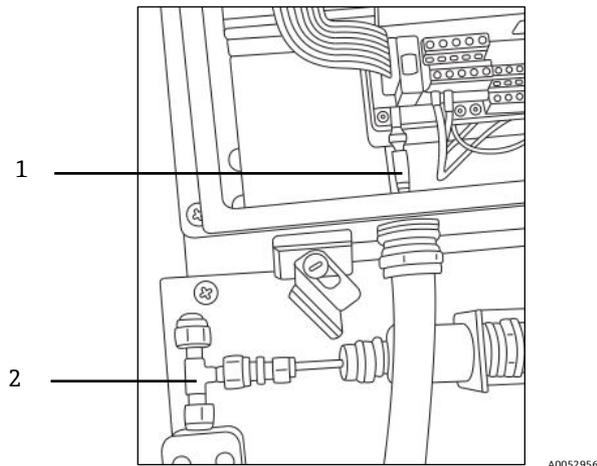

Figura 90. Togliere il dado del connettore (lato analizzatore)
11. Liberare il dado del connettore sulla sonda dal connettore SMA all'interno della custodia dell'analizzatore. Vedere Figura 90.